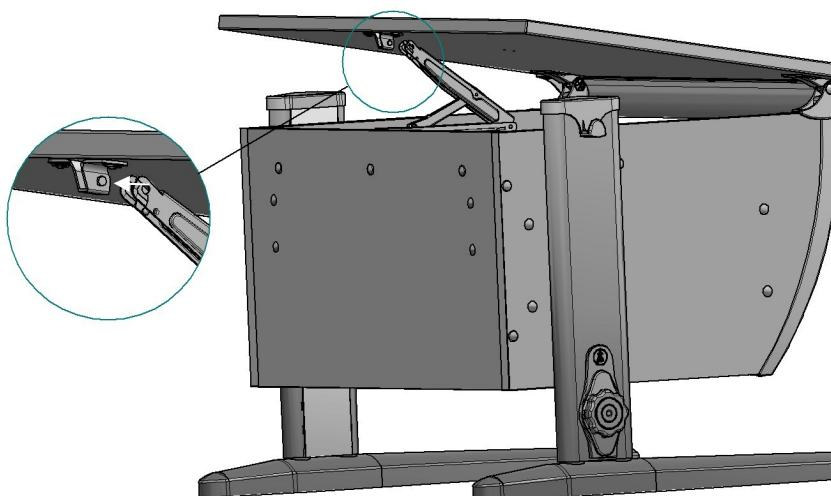

Рис. 20
4.7.2. Фиксатор столешницы Multiflex верхней частью ввести в кронштейн верхний, согласно рис. 20; 20а.
Рис. 20а